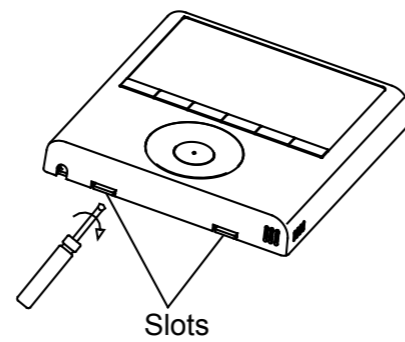

Fig 3-2
- Steek een schroevendraaier in de sleuven in het onderste deel van de draadcontroller (2 plaatsen) en verwijder het bovenste deel van de draadcontroller. (Afb.3-2)